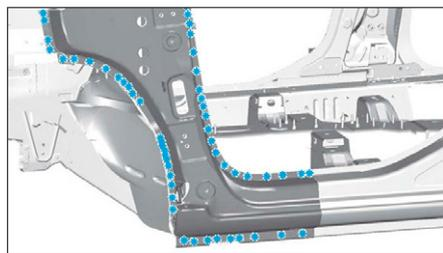
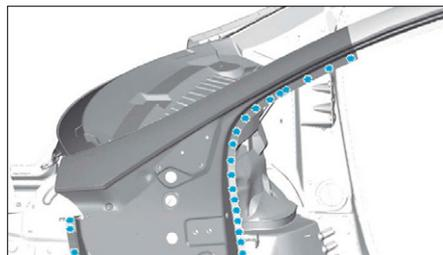
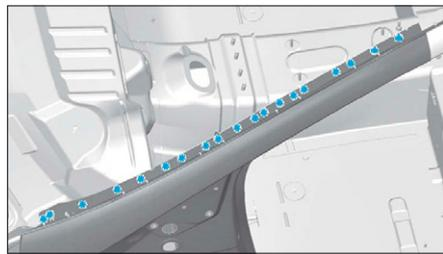

FIG. 43
FIG. 44
FIG. 45
• Dépointer et fraiser comme illustré (Fig.43), (Fig.44) et (Fig.45).